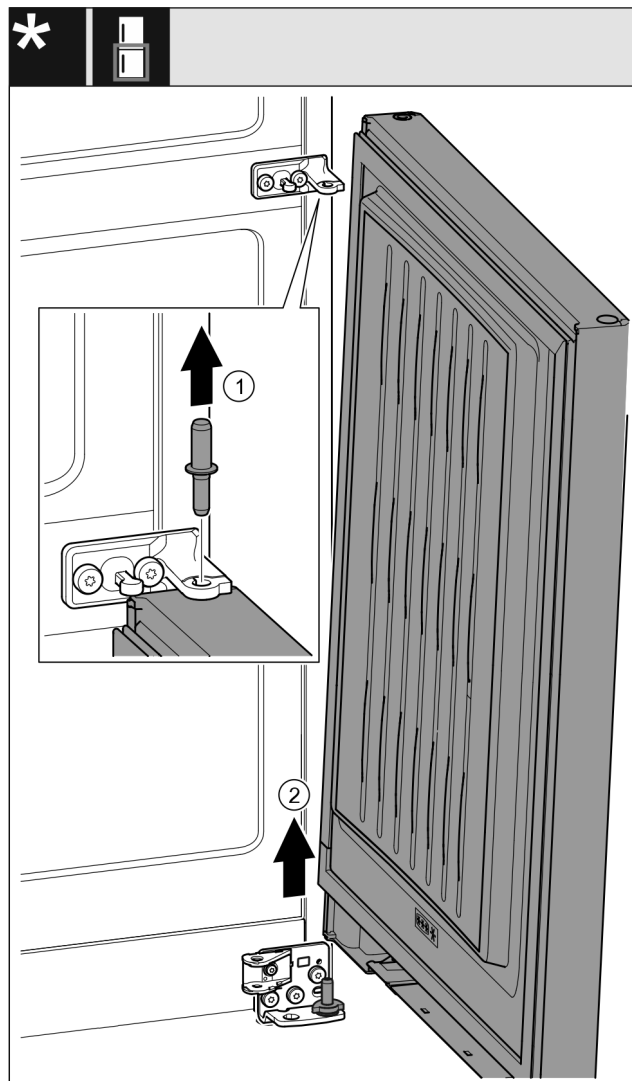

Fig. 23\*
- ▶ Извлеките пальцы движением вверх. Fig. 23 (1)\*
- ▶ Отведите дверь, потяните вверх и отставьте в сторону. Fig. 23 (2)\*